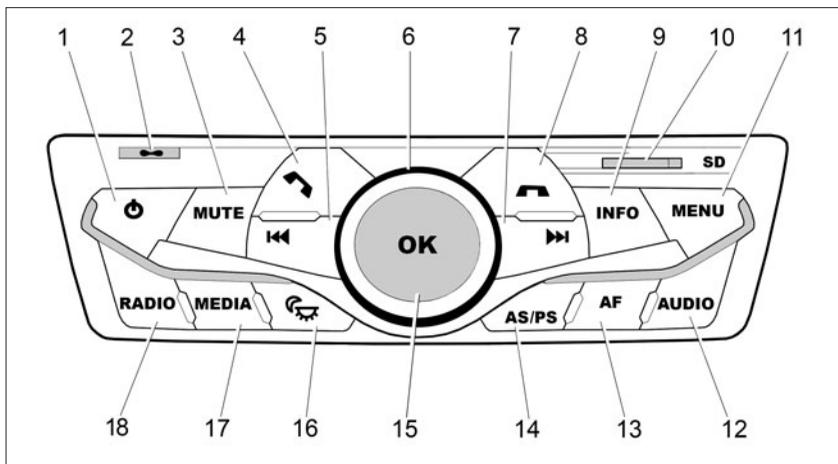
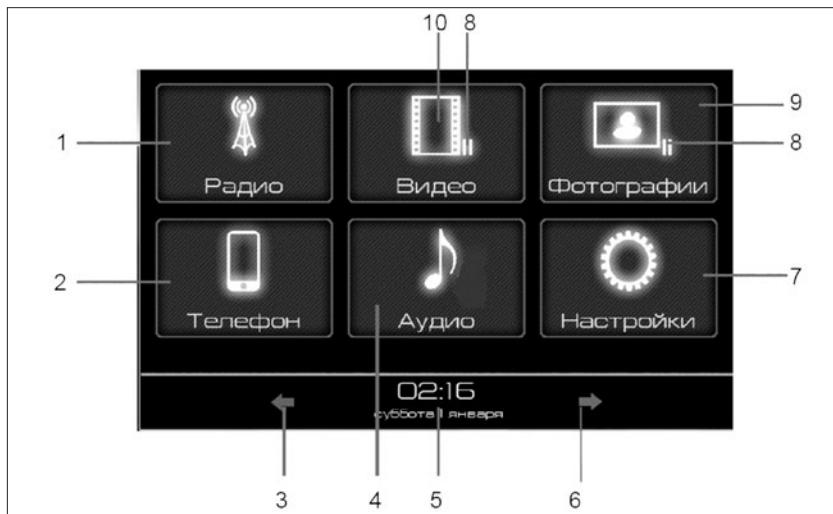

Рис. 52. Панель управления мультимедийной системой
Рис. 53. Окно главного меню
На панели управления мультимедийной системы размещены следующие функциональные кнопки (рис. 52):
1.1 Для включения MMC нажмите на кнопку 1 (рис. 52). Для выключения нажмите кнопку 1 и удерживайте ее в нажатом положении более 2-х секунд. Для перезагрузки удерживайте нажатой кнопку 1 (рис. 52) до появления логотипа ЛАДА на дисплее.
Управление мультимедийной системой (MMC) можно осуществлять при помощи кнопок и на панели управления (рис. 52), и при помощи сенсорных кнопок, находящихся на дисплее (рис. 53, 54).
1.2.1 Регулировка громкости осуществляется вращением **ручки 6 (энкодера)** вправо или влево (рис. 52).
1.3.1 После первого включения системы или перезагрузки на дисплее отображается окно **«Главное меню»** (рис. 53).
– кнопкой «**Радио**» (18) (рис. 52) на панели управления;
– кнопкой «**Радио**» в главном меню (рис. 53) на дисплее;
На панели управления при нажатии на кнопку **AS/PS (14)** (рис. 52) можно осуществить поиск радиостанций в диапазоне и запоминание всех найденных радиостанций, включение и выключение режима **RDS**.
- нажатием кнопки «Аудио» (4) на дисплее (рис. 53);